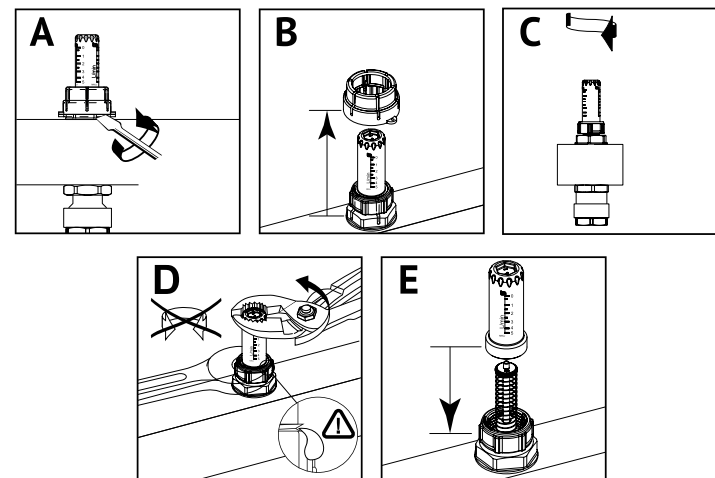
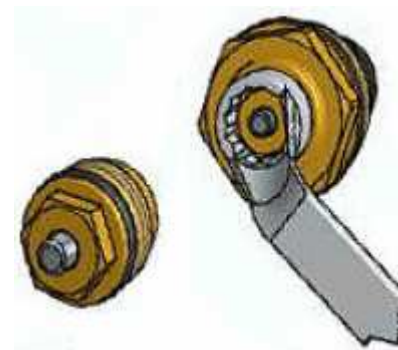

Рис. 5. Очистка расходомера
Рис. 6. Замена регулировочного клапана
5.5. Очистка расходомера (Рис.5).
- Выкрутите колбу расходомера с помощью ключа, придерживая черный штуцер другим ключом (D);
5.6. При течи из-под штока регулировочного клапана, головка клапана может быть снята, отремонтирована или заменена. Головка отвинчивается с помощью гаечного ключа (Рис.6). Сливать воду из коллектора при этом не нужно.